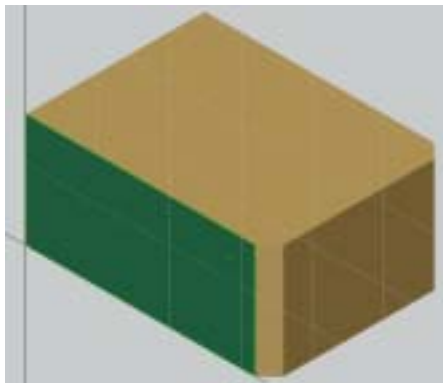

図6-18
①左側面を選択し、スケッチアイコンを選択すると図6-18になる。